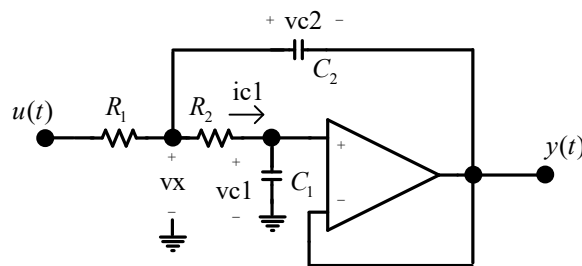

Figura 1 – Sistema analógico
1. Determinar a representação do sistema da Figura 1 no espaço de estados, verificando as características da planta analógica (resposta transitória).